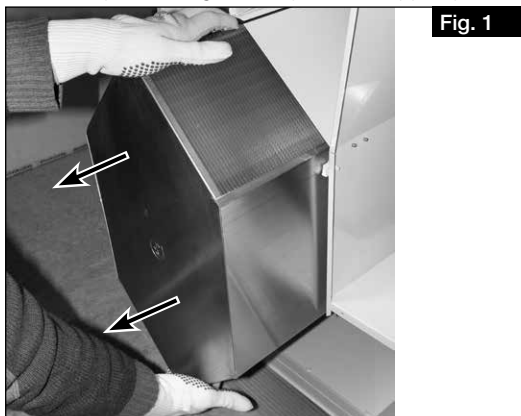

Fig. 1
3. Pour faciliter l'accès, retirer l'échangeur de chaleur de l'appareil. (Fig. 1).